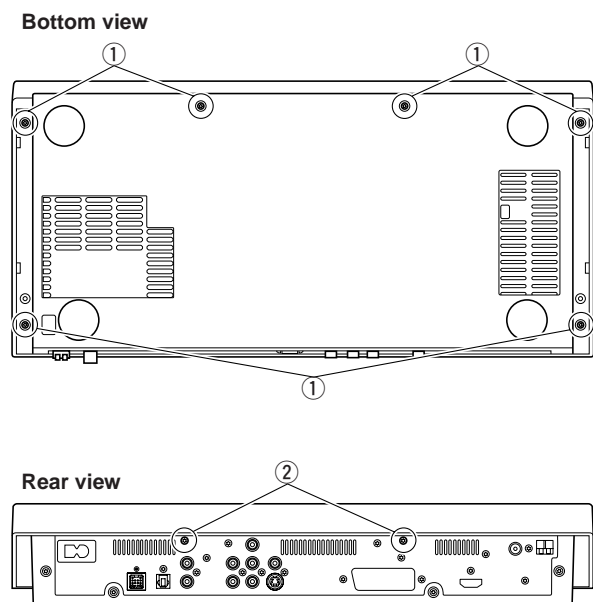

Fig. 1
- Remove 6 screws (①) and 2 screws (②). (Fig. 1)
- ①のネジ6本、②のネジ2本を外します。(Fig. 1)